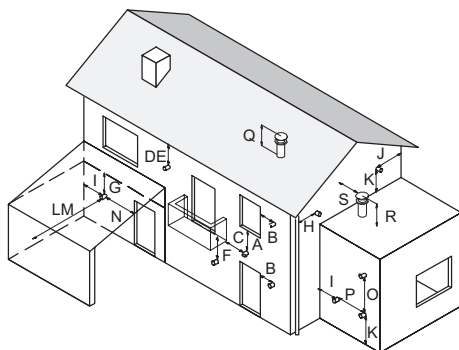

Figura 5.18
- rispettare le distanze minime di Figura 5.18 ed eventuali norme nazionali e locali vigenti.